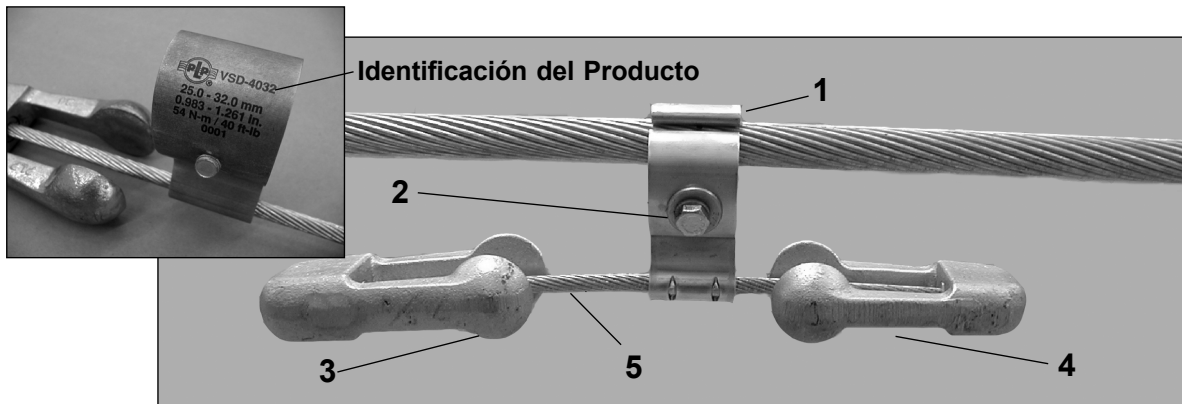

FIGURA 1 – AMORTIGUADOR DE VIBRACIÓN VORTX™
**1. Cuerpo y garra:** En forma de gancho, el Cuerpo del Amortiguador se apoya sobre el cable ó conductor, mientras que la Garra realiza el cierre. Como se indica en la Figura 1, el Mensajero se fija por compresión en la parte inferior del Cuerpo. La cara externa del Cuerpo posee grabados en forma indeleble la identificación del producto (código), torque de aplicación y número de lote.
**3. Peso Mayor:** El Amortiguador mostrado en la Figura 1 tiene contrapesos de dos tamaños – esto ofrece un mejor desempeño del producto que presenta hasta 4 respuestas de frecuencia de vibración (dos para el Peso Mayor y dos para el Peso Menor). Otro proyecto de Amortiguador podrá tener contrapesos del mismo tamaño que puede ser posicionado asimétricamente en relación al Cuerpo para tener multi respuesta.